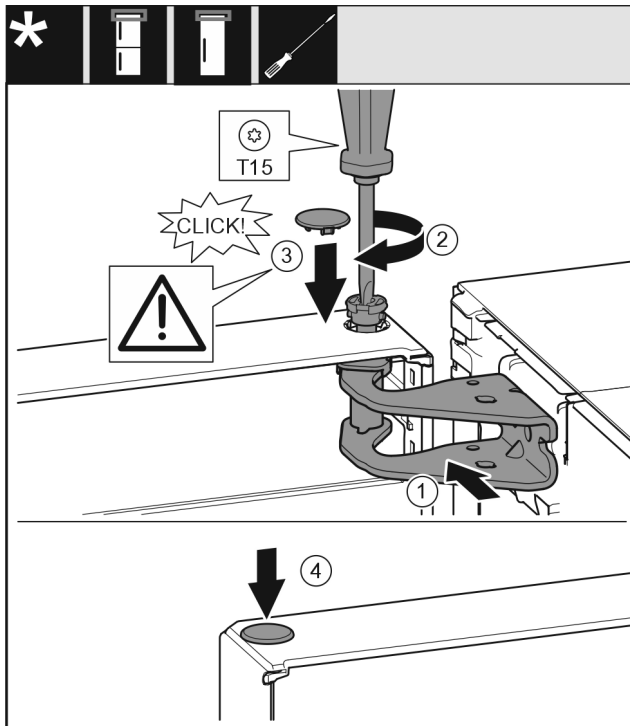

Fig. 20
- ▶ Tür oben zur Öffnung im Lagerbock ausrichten. Fig. 20 (1)
- ▶ Bolzen einsetzen und mit Schraubendreher T15 festschrauben. Fig. 20 (2)
- ▶ Sicherheitsabdeckung zur Sicherung der Tür montieren: Sicherheitsabdeckung einsetzen und kontrollieren ob sie auf der Tür aufliegt. Ansonsten Bolzen vollständig einsetzen. Fig. 20 (3)
- ▶ Stopfen einsetzen. Fig. 20 (4)